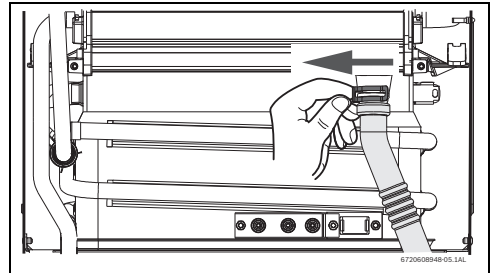

Fig. 29
- ▶ Retirar el clip y soltar la extremidad del tubo de condensados, consultar (Fig. 29 ).